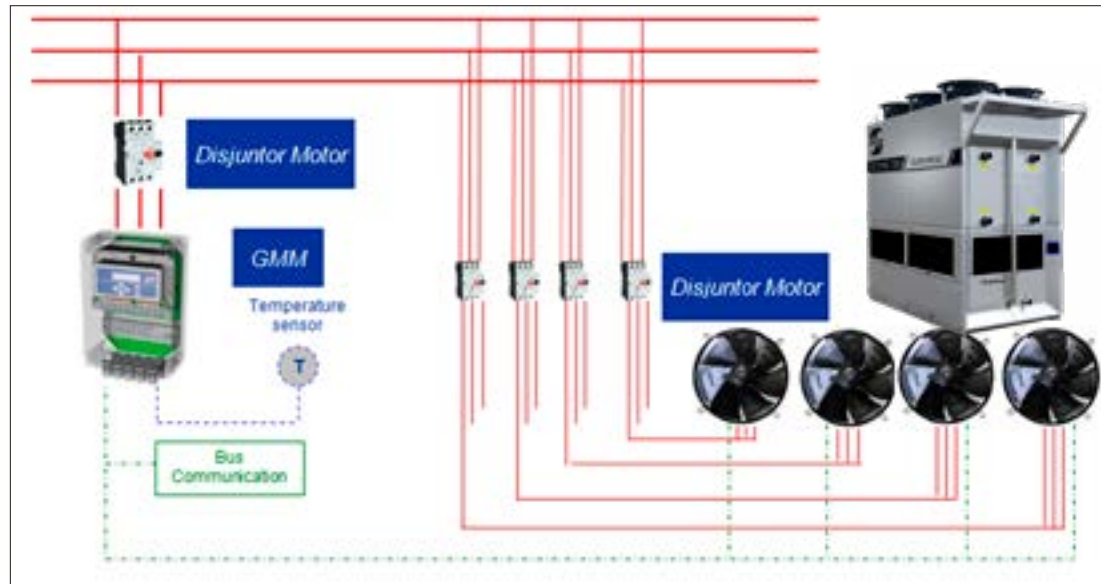

Imagen 2: Configuración del sistema con ventiladores EC + GMM.
- El sistema Plug-and-Play además de proporcionar una mayor confiabilidad y calidad en la instalación, asegura la correcta puesta en marcha y mantenimiento de los ventiladores debido a la programación automática por el GMM, es decir, ningún software, especialista o configuración será necesaria. Observe la imagen 2: